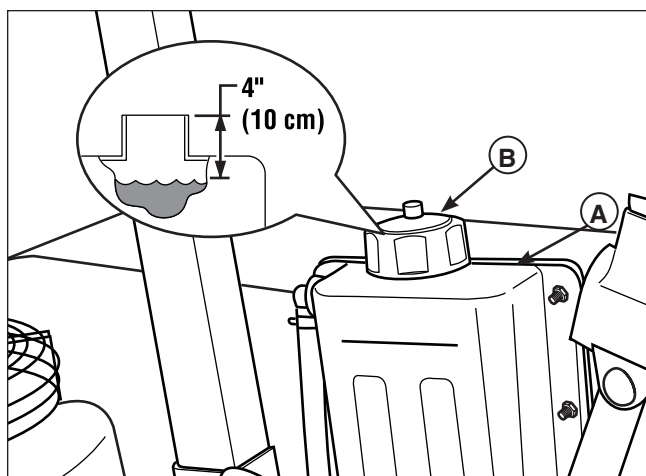

Figura 25. Revisar el nivel de aceite hidráulico
2. Destornille la tapa del depósito (B, Figura 25).
3. Mire hacia abajo por el cuello de llenado del depósito de aceite hidráulico (A) y observe el nivel de aceite. Cuando está frío, el nivel de aceite debe estar aproximadamente a 4" (10 cm) por debajo de la parte superior del cuello de llenado.
4. Si fuese necesario, quite la tapa del depósito (B) y agregue lubricante de motores SAE 20W-50.